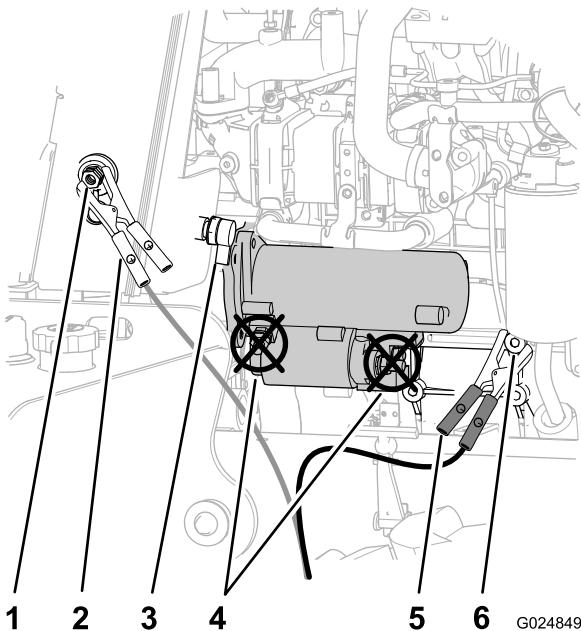

Рисунок 78
- Снимите крышку со штыря запуска от внешнего источника (Рисунок 78).
- Подсоедините положительный (+) соединительный кабель к положительному штырю внешнего источника (Рисунок 78).
- Подсоедините отрицательный (-) соединительный кабель к точке заземления, такой как гайка на оси поворота для генератора (Рисунок 78).